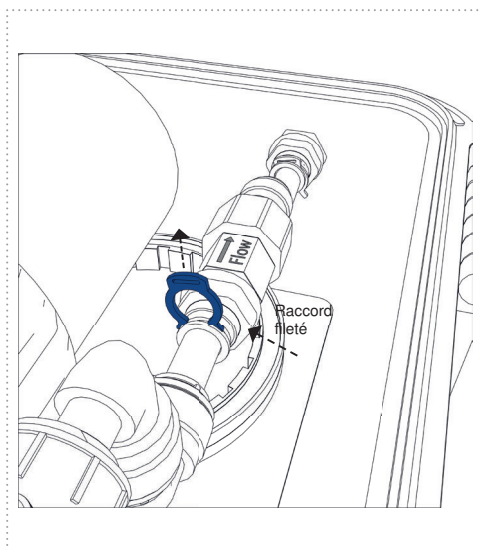

Figure 29
5. Retirez la bague de sécurité du raccord à visser fileté (Fig. 29)